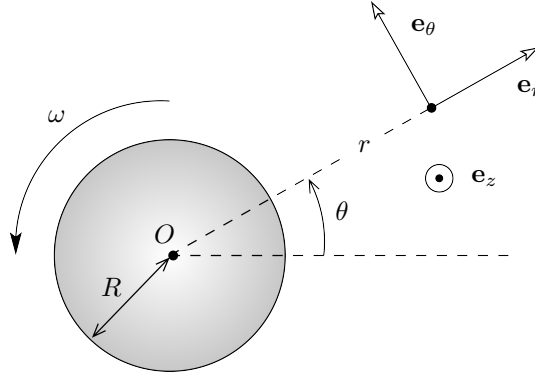

FIGURE 8 – Cylindre en rotation
On considère un système de goutte-à-goutte vertical tel que présenté sur la figure 8(a) : une poche en plastique déformable permet de maintenir la réserve de liquide en entrée du dispositif à la pression atmosphérique  $P_{\text{atm}}$  tout au long de la vidange. Le liquide s'écoule sous l'effet de la gravité dans un tube capillaire vertical, de rayon  $a$  et de longueur  $L$ , et débouche dans l'air à la pression atmosphérique, en formant des gouttes qui se détachent périodiquement.
8. On souhaite maintenant prédire le rayon  $R_c$  de la goutte lorsqu'elle se détache du capillaire. Pour cela une première estimation peut être obtenue en assimilant à chaque instant la goutte à une sphère de rayon  $R(t)$  qui croît au cours du temps : la goutte se détachera dès que son poids  $P$  sera plus important que la force de tension superficielle  $F$  qui la maintient attachée au capillaire (fig. 8).